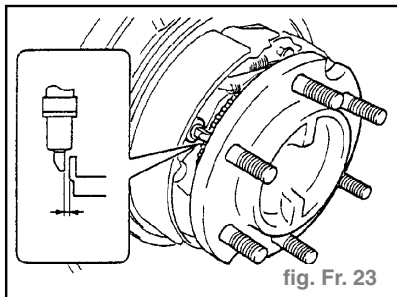

fig. Fr. 23
- Introduire un calibre d'épaisseur dans l'espace situé entre la pièce polaire du capteur de vitesse et la surface dentée du rotor, puis serrer le capteur de vitesse à la position où l'espace correspond à la valeur normale (fig. Fr. 23).